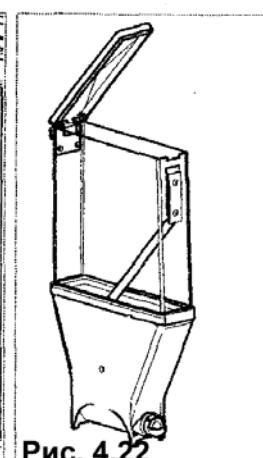
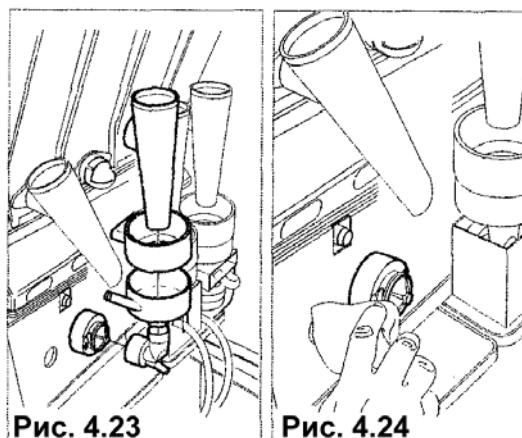

Рис. 4.22
Рис. 4.23
- Снимите крышки с контейнеров для продуктов и желоба для продуктов (рис. 4.22). Погрузите все в предварительно подготовленный раствор (рис. 4.23).